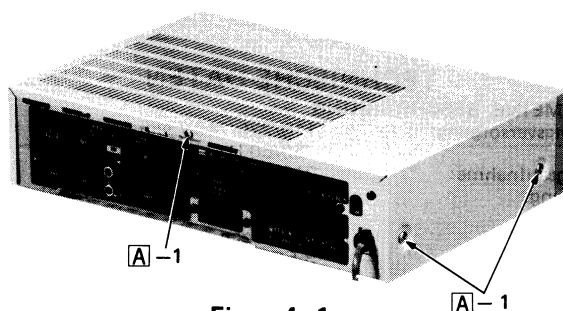

Figure 4-1
1. Remove five screws at the cabinet (two each at the right and left, one at the back), and take the cabinet off. See Fig. 4-1.
1. Die fünf Befestigungsschrauben des Gehäuses (jeweils zwei Schrauben auf der rechten und linken Gehäuseseite und eine einzelne Schraube auf der Rückplatte) herausdrehen, und das Gehäuse entsprechend abnehmen. Siehe Abbildung 4-1.
1. Déposer les cinq vis du coffret (deux à droite et à gauche et une à l'arrière) et déposer le coffret. Voir la Fig. 4-1.